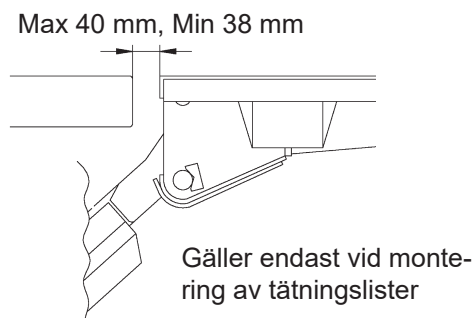

Bild 34. Kontrollera läget i förhållande till bilens bakbalk
5. Provkör lyften försiktigt upp till flaknivå och tilta till vertikalläge. Kontrollera läget i förhållande till bilens bakbalk och sidostolpar. Se Bild 34.